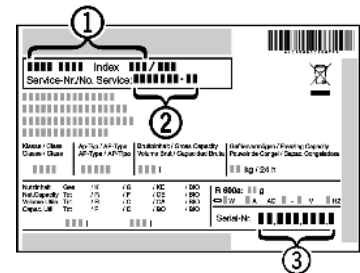

Fig. 23
- ▶ Gerätebezeichnung *Fig. 23 (1)*, Service-Nr. *Fig. 23 (2)* und Serial-Nr. *Fig. 23 (3)* vom Typenschild ablesen. Das Typenschild befindet sich an der linken Geräteinnenseite.
- ▶ Den Kundendienst benachrichtigen und den Fehler, Gerätebezeichnung *Fig. 23 (1)*, Service-Nr. *Fig. 23 (2)* und Serial-Nr. *Fig. 23 (3)* mitteilen.